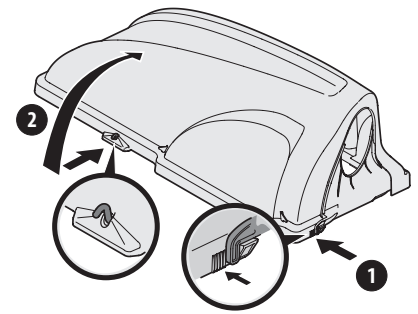

Figure 13
7. Ouvrez le capot en appuyant sur l'arrière, la languette du côté droit avec votre main droite, comme illustré au point 1 de la Figure 13, et levez le couvercle avec votre main gauche placée sur à l'arrière du centre du couvercle du dispositif d'ensachage, point 2.